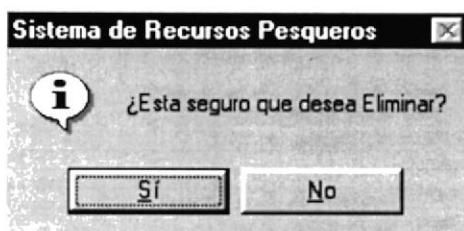

Figura 10.38 Pantalla de Eliminación
3. En caso de tener el permiso de Eliminación, saldrá el siguiente mensaje (ver figura 10.38).